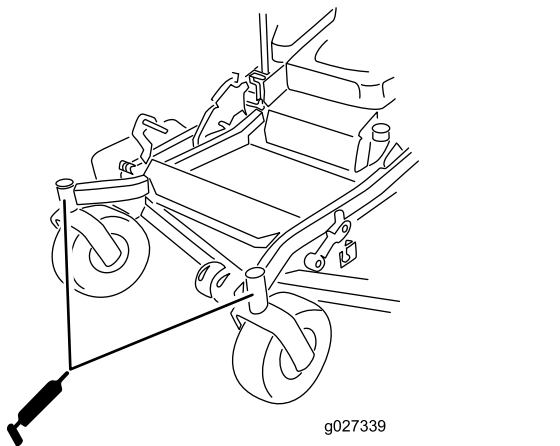

Figure 41
10. Remettez le bouchon hexagonal et le protège-moyeu en place (Figure 41).
11. Graissez les roulements des roues pivotantes (Figure 41).